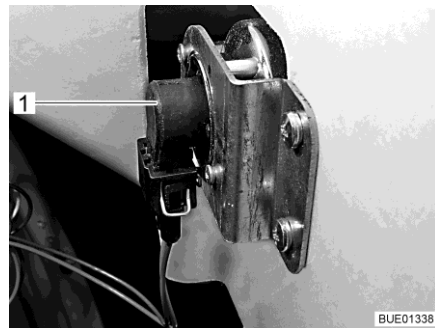

Fig. 288 Indicateur de direction
- Placer la main derrière le support de l'ampoule (Fig. 288,1).